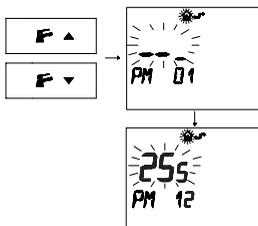

Fig. 2.56
- 3 Нажать кнопки F- (down) or F+ (up) для отображения программирования "PM 12" Регулирование полезной мощности в зависимости от отопления или ( Fig. 2.56).
- 3 Нажать кнопки F и для отображения программирования "PM 16" Минимальное значение электроэнергии отопления или (Fig. 2.56).